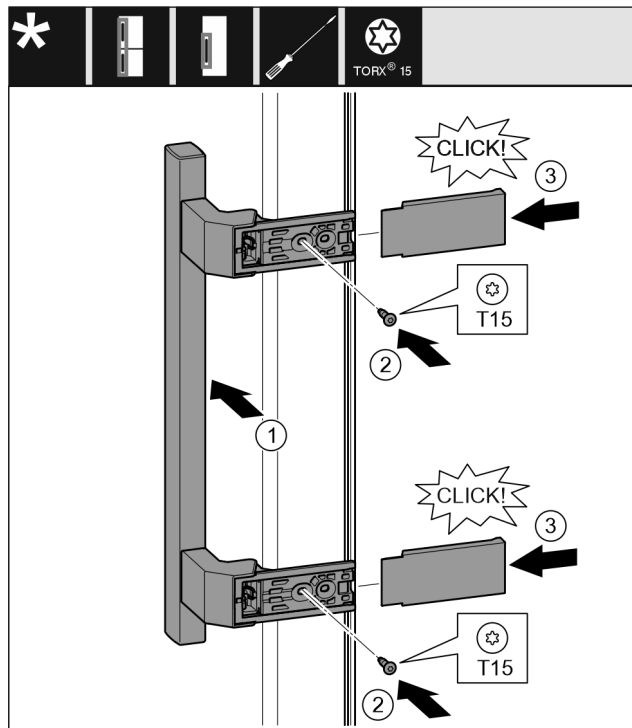

Fig. 15
- ▶ Поставете дръжката от другата страна. Fig. 15 (1)
- ▶ С отвертка T15 затегнете винтовете. Fig. 15 (2)
- ▶ Поставете отстрани капците и ги нахлузете. Fig. 15 (3)